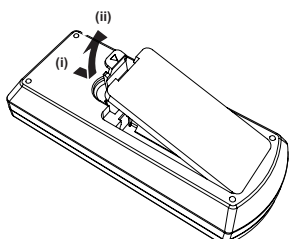

Fig. 1
- 1) **Aprire il coperchietto (Fig. 1).**